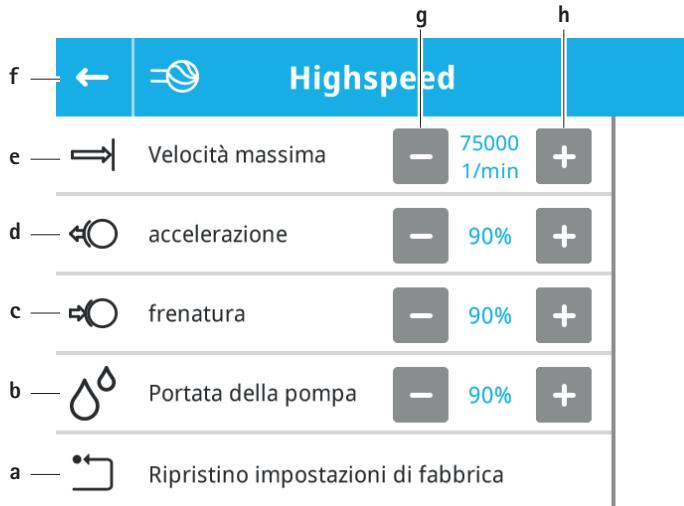

Fig. 11 Impostazioni motore – Tipo di motore/manipolo selezionato
- Il sottomenu del tipo di motore/manipolo scelto si apre, vedere Fig. 11.